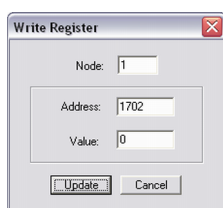

Abb. 340: „Write Register“ - auf die Standardwerte zurücksetzen
- ⇒ Abb. 340 zeigt, wie der Parameter mit der ModScan32-Software aktiviert wird. Der Wert muss auf „1“ festgelegt werden, um den Parameter zu aktivieren.